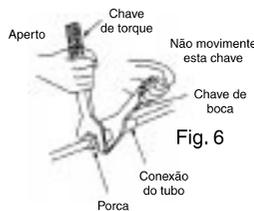

Fig. 6
4. Para aperto ou desaperto das conexões, siga a orientação da fig. 6.